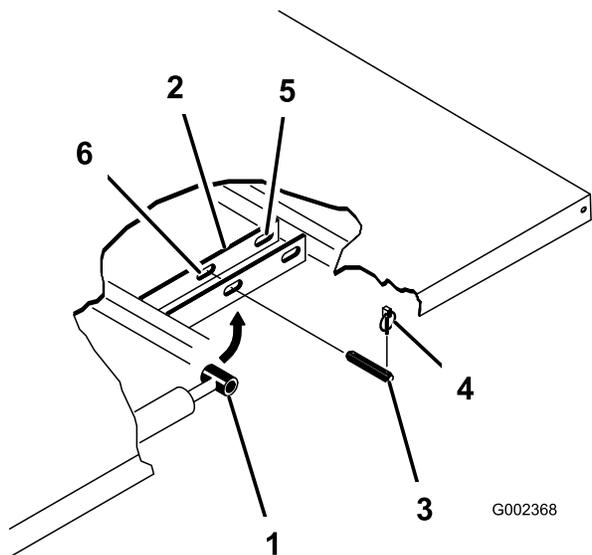

Рисунок 32
- Удалите штифты с отверстием под шплинт, которые крепят концы штоков гидроцилиндров к монтажным плитам кузова, протолкнув штифты внутрь (Рисунок 32).
- Выньте шплинты и штифты с отверстием под шплинт, которые крепят шарнирные кронштейны к швеллерам рамы (Рисунок 32).